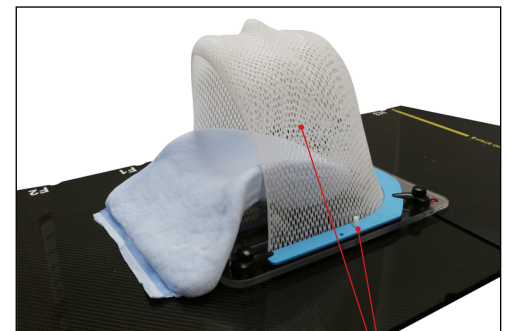

図3
1. マスクを患者の上に配置し、ヘッドボードの2本のピンをマスクの受入れ孔に合わせます (図3)。